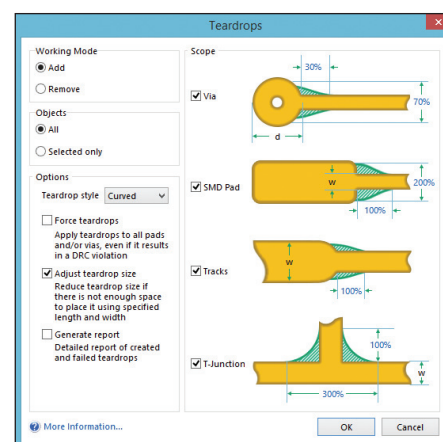

Рис. 9. Диалоговое окно для создания каплевидных соединений
Для добавления или удаления каплевидных соединений необходимо выбрать инструмент *Tools* → *Teardrops*, после чего откроется диалоговое окно *Teardrops* (рис. 9).
- **Scope (Разновидность)** — позволяет выбрать, для каких видов соединений будут добавлены/удалены каплевидные соединения: отверстия, планарные контактные площадки, треки, Т-образные соединения. При добавлении каплевидного соединения имеется возможность настроить размер соединения индивидуально для каждого вида (рис. 9).